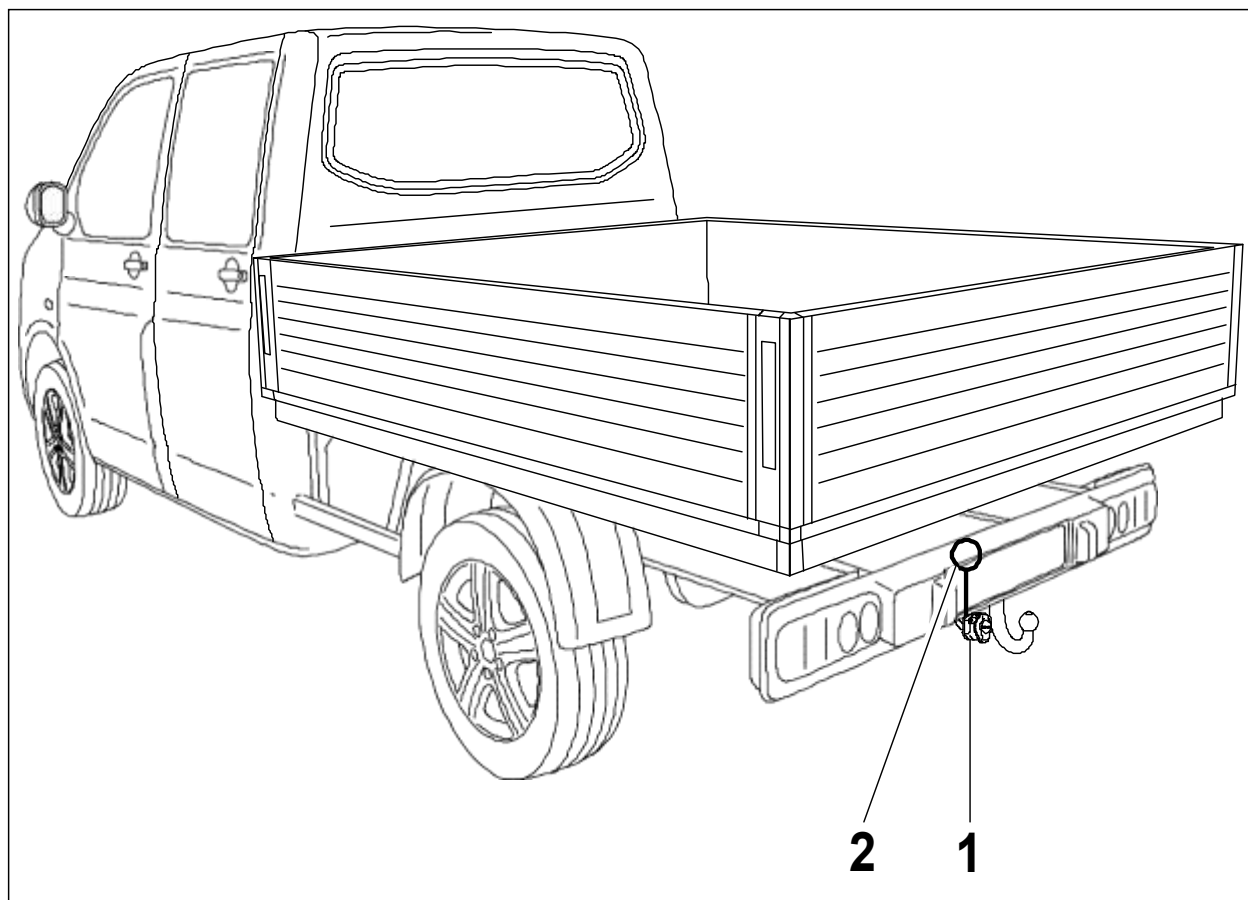

Fig. 1 : Aperçu du montage
2. Débrancher les 2 connecteurs (n'est plus nécessaire) du connecteur 2 et 14 broches (fig. 1/2), côté véhicule, et brancher et enclencher le connecteur à 2 et 14 broches du kit de câbles de la prise.
3. Faire passer le boîtier du micro-interrupteur et l'insert du contact par le trou dans le support de la prise (Fig. 1/1).
6. Visser la prise avec les vis de la prise même sur le tube transversal et le support de la prise (Fig. 1/1), couple : 2,0 Nm maxi.